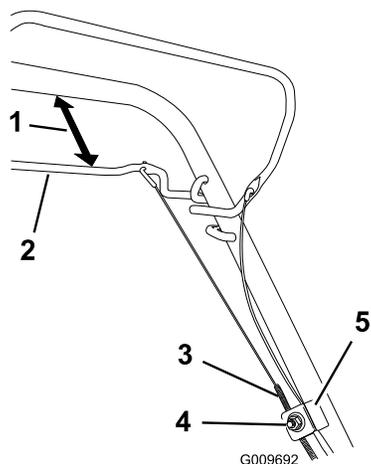

Figura 48
1. Afloje la tuerca del soporte del cable (Figura 48).
2. Sujete la barra de la transmisión autopropulsada a una distancia de 25 a 38 mm del manillar (Figura 48).
3. Tire hacia abajo de la cubierta del cable (hacia el cortacésped) hasta eliminar la holgura en el cable (Figura 48).